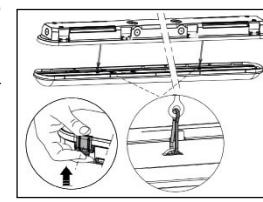

Рис. 3
- 5.14 Отщелкните все клипсы по очереди, придерживая оптический модуль. После того, как все клипсы будут отщелкнуты, плавно опустите оптический модуль. Модуль повиснет на стягивающих тросиках (рис. 3).